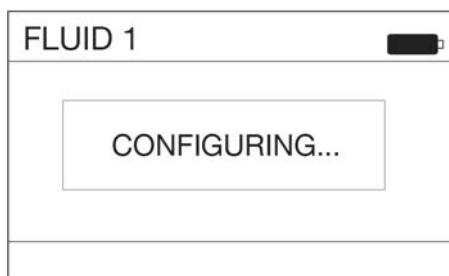

FIG. 57
3. Si l'étiquette de profil est valide, le message CONFIGURING... (Configuration en cours...) (Fig. 57) s'affiche à l'écran.